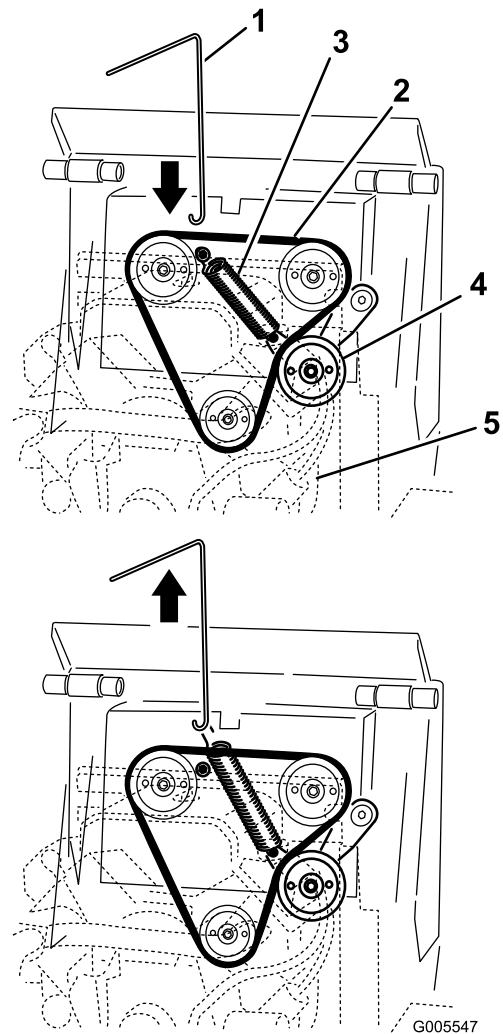

Figura 46
3. Collegate il gancio dell'utensile per rimozione molla al gancio posto sulla molla della puleggia tendicinghia e scollegate la molla dal perno come mostrato in Figura 46.